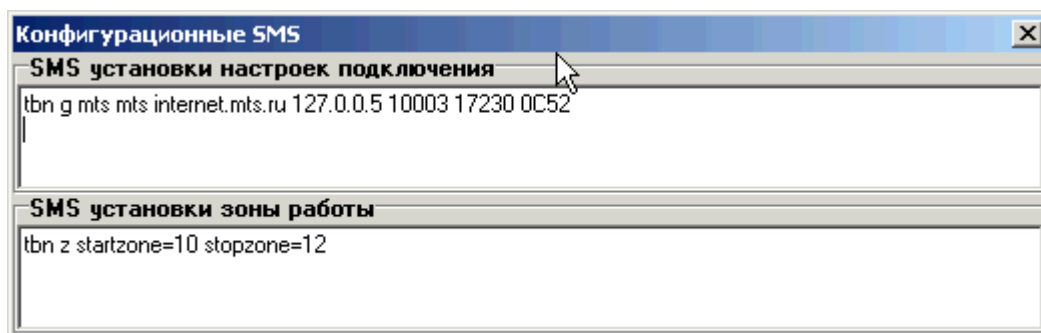

Рисунок 9. Конфигурационные SMS
8. кнопка «Конфигурационные SMS» (настройка формата конфигурационно-настроечных SMS, при нажатии на кнопку выводится окно отображения формата SMS (рисунок 9); подробнее – см. Руководство по эксплуатации КСПД-5, п.3.4);
- скопировать данные из информационного блока «SMS установки настроек подключения» окна «Конфигурационные SMS» (рисунок 9) в мобильный телефон и отправить на телефонный номер SIM-карты контроллера КСПД-5.